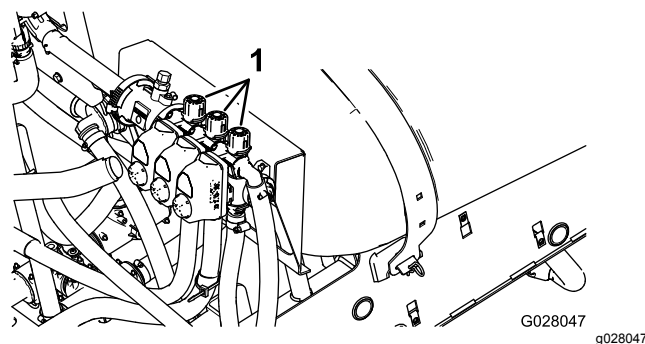

Рисунок 86
2. Переведите выключатель левой секции в положение off (выкл.) и отрегулируйте перепускной клапан левой секции (**Рисунок 86**) так, чтобы давление находилось на ранее установленном уровне (обычно 2,75 бара).
4. Отрегулируйте перепускной клапан правой секции (**Рисунок 86**) так, чтобы давление находилось на ранее установленном уровне (обычно 2,75 бара).
6. Отрегулируйте перепускной клапан средней секции (**Рисунок 86**) так, чтобы давление находилось на ранее установленном уровне (обычно 2,75 бара).